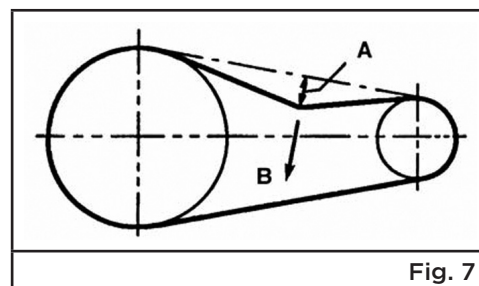

Fig. 7
Maintenez une tension de la courroie et un alignement de la poulie convenables pour assurer une efficacité maximale du dispositif d'entraînement et prolonger la durée de vie de la courroie. La tension idéale existe si une flèche (A) de 13 mm (1/2 po) survient lorsqu'on exerce une force de 4,6 kg (10 lb) (B) à mi-chemin entre la poulie du moteur et le volant moteur de la pompe (fig. 7). Il est possible d'ajuster la flèche en procédant comme suit. On recommande d'aligner soigneusement la poulie avec le volant moteur et de maintenir toutes les vis de calage bien serrées.